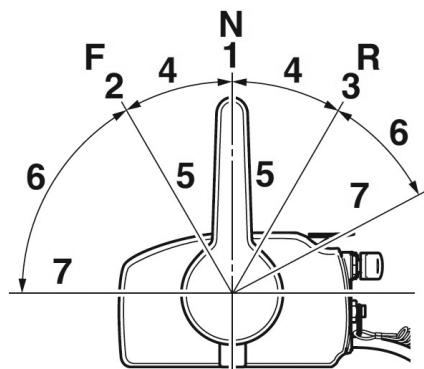

Рис. 23 Положения рычага управления (вид слева)
Положения рычага управления представлены на Рис. 23.
5. Установите рычаг управления в нейтральное положение «N» (Рис. 23).